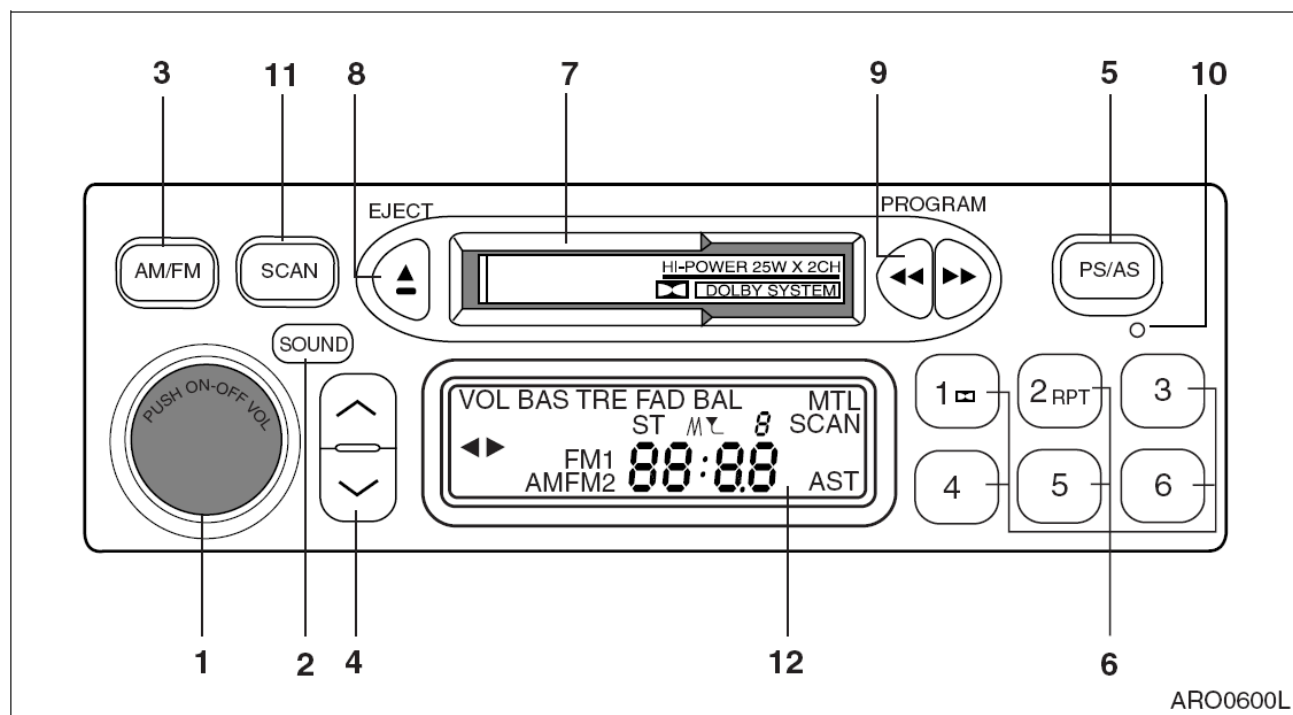

Рис. 87
1. Повернуть ключ стартера во включенное положение (ON).
2. Нажать кнопку вкл./выкл. питания (1, рис. 87).
4. Задать код зоны (использовать кнопку предустановки станций 6, рис. 87).
6. Задать код безопасности "1156" (использовать кнопку предустановки станций 6, рис. 87).
Для быстрого поиска следующей принимаемой станции на более низкой частоте нажать вниз кнопку (4) (9, рис. 87) более 0,5 секунды. Для быстрого поиска следующей принимаемой станции на более высокой частоте нажать вверх кнопку (4) (9, рис. 87) более 0,5 секунды.
Для увеличения или уменьшения частоты нажать кнопку (4) вверх или вниз (9, рис. 87) менее чем на 0,5 секунды. Частота в диапазоне АМ меняется с шагом 9 кГц, частота в диапазоне длинных волн (LW) меняется с шагом 1 кГц, а в диапазоне FM - 50 кГц.
Для быстрой перемотки пленки вперед нажать кнопку быстрой перемотки вперед (9, рис. 87). На ЖКД начнет мигать индикатор направления движения пленки. Когда пленка перематается до конца, она автоматически изменит направление движения, и начнется воспроизведение записи на другой стороне. Чтобы остановить быструю перемотку, нажать кнопку обратной перемотки (9, рис. 87).
Для обратной перемотки пленки нажать кнопку обратной перемотки (9, рис. 87). На ЖКД начнет мигать индикатор направления движения пленки. Когда пленка полностью перематается назад, начнется воспроизведение записи на той же стороне. Чтобы остановить обратную перемотку, нажать кнопку перемотки вперед (9, рис. 87).
Для перехода к воспроизведению второй стороны пленки при воспроизведении первой стороны нажать одновременно кнопки перемотки вперед (9, рис. 87) и назад (9, рис. 87).